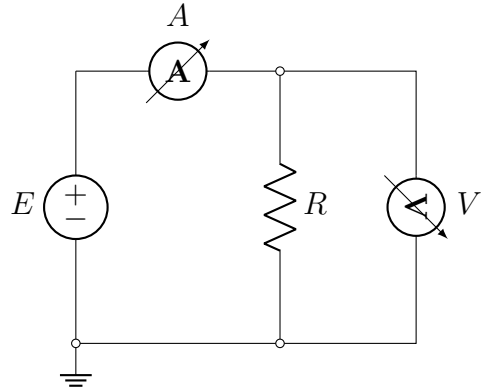

Figura 5: Voltímetro en carga R
- Arme el circuito de la figura 5.